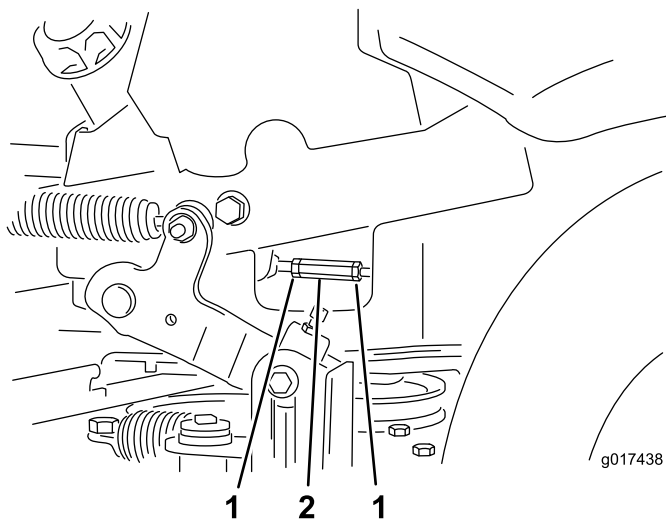

Figura 69
14. Regolate le aste di controllo della pompa allentando i 2 controdadi e ruotando il dado di regolazione nella direzione opportuna, finché le ruote girano leggermente indietro (Figura 69).
16. Serrate i 2 controdadi contro il dado di regolazione (Figura 69).